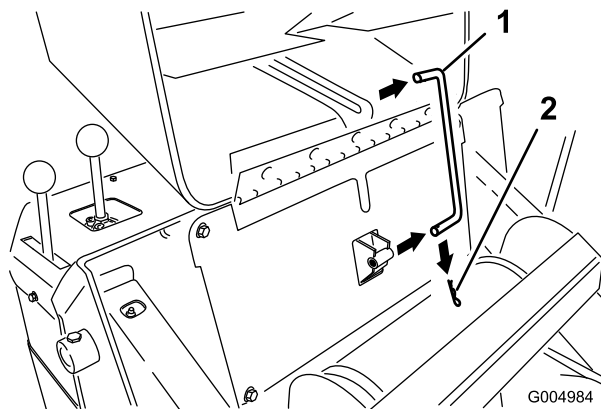

Bild 41
- Ziehen Sie den Splint vom Ende der Motorhauben-Stützstange und schieben Sie die Stützstange aus den Befestigungshalterungen (Bild 41).